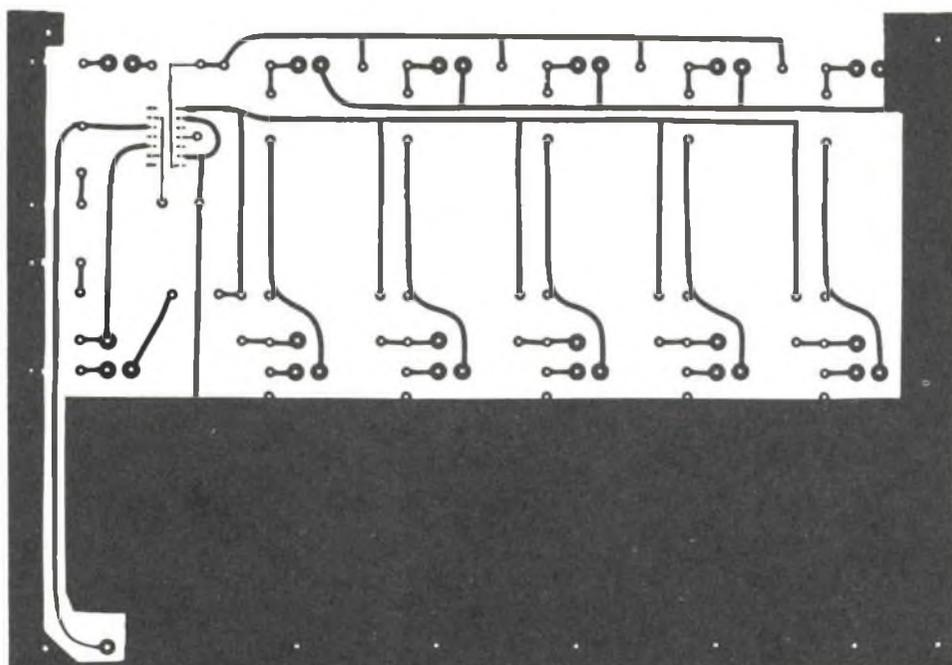

Fig. 2 - Disegno (in scala 1 : 2) e piano di foratura del circuito stampato; sotto è riportata la disposizione dei componenti.
**Costruzione** - E' consigliabile montare il Panamix facendo uso di un circuito stampato da 25,5 x 18 cm; nella fig. 2 sono riportati il disegno del circuito stampato (in scala 1 : 2), il piano di foratura e la disposizione dei componenti. Si inizi il montaggio inserendo tutti i resistori fissi e saldandoli al loro posto; si monti poi e si saldi IC1 usando uno zoccolo per circuiti integrati.